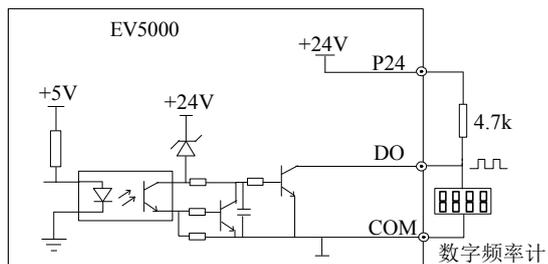

图4-29 输出端子 DO 连接方式 1
3. 数字脉冲频率输出 DO 可使用变频器内部的 24V 电源, 接线方式见图 4-29。